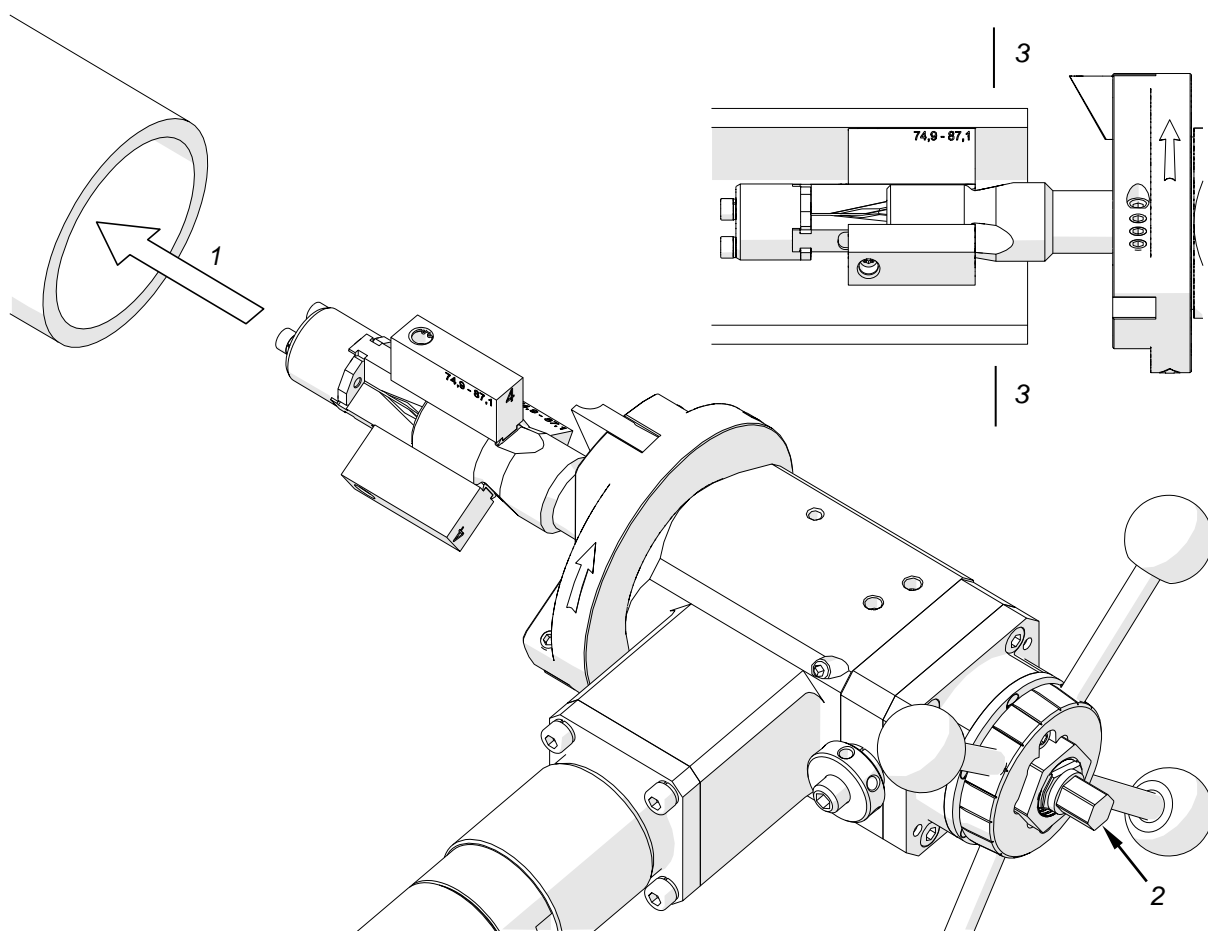

Рис. 5 Крепление машины в трубе
Ввести вал машины внутрь трубы (1, рис. 5) таким образом, чтобы резец находился как минимум 3 мм от среза трубы. Затем развести накладку (кулачки), вращая ходовой винт вправо накидным ключом 13 мм (2). Накладки после фиксации должны находиться ниже предполагаемого уровня обработки 3.